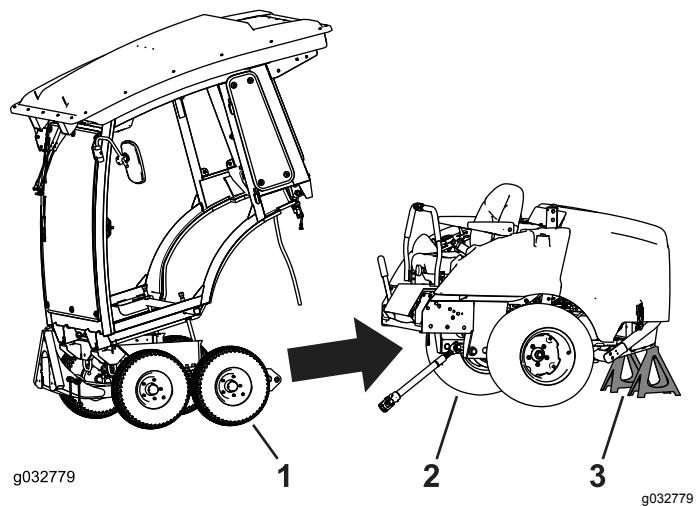

図 68
1. 冬用フレームをマシンに整列させ、バックさせて突き合わせる図 68。
3. マシンをジャッキアップしたら、ジャッキスタンドで支える図 68。